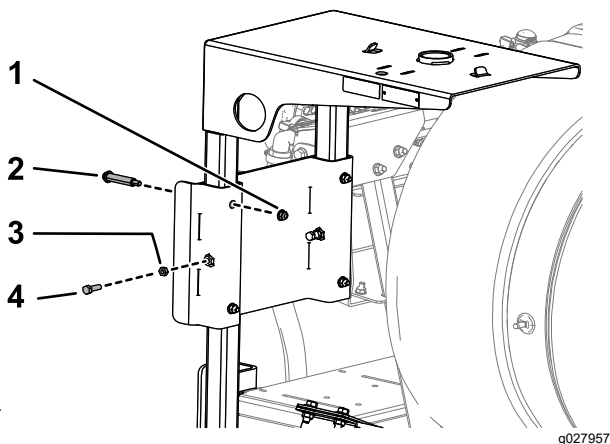

Figure 14
6. Insérez le cadre d'appui du dévidoir dans les fentes sur la patte de support et fixez l'appui au moyen de 4 boulons à épaulement, 4 écrous à embase ($\frac{5}{16}$ "-18), 2 boulons ($\frac{5}{16}$ "-18 x 1") et 2 écrous de blocage ($\frac{5}{16}$ "-18), comme montré à la Figure 14.